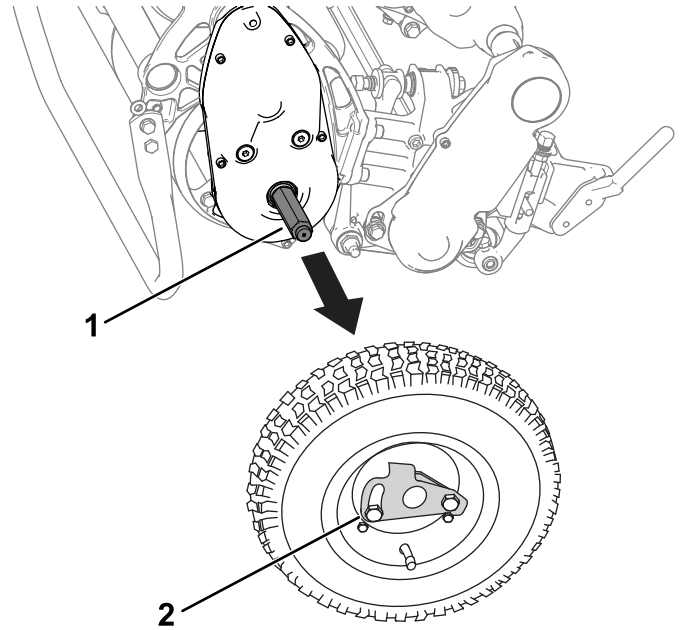

Figura 17
3. Retire las ruedas de transporte empujando los clips de retención de las ruedas para sacarlos de los ejes (Figura 17).